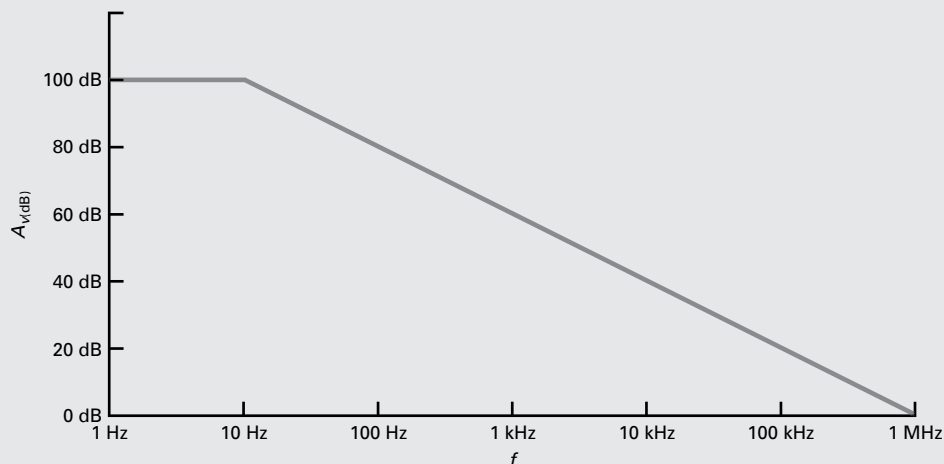

Figura 14-13 Gráfico de Bode ideal de um amplificador CC.
A Figura 14-13 mostra o gráfico de Bode ideal. Após a “quebra” em 10 Hz, a resposta decai 20 dB por década até ser igual a 0 dB em 1 MHz. A tensão comum é unitária (1) nessa frequência. As folhas de dados normalmente contêm a **frequência de ganho unitário** (simbolizada por $f_{\text{unitário}}$) porque ela nos informa imediatamente a limitação de frequência do amp-op. O dispositivo pode fornecer ganho de tensão até a frequência de ganho unitário, porém não além dela.